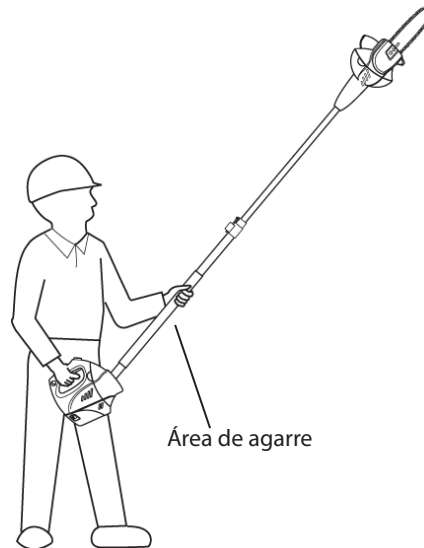

Figura 28 - Áreas de Agarre Designadas
2. Use ambas manos para agarrar la sierra de pértiga. Cuando opere la sierra de pértiga use sólo las zonas de agarre designadas (vea la figura 28). Agarre con firmeza. El pulgar y los dedos deben envolverse alrededor del mango de la sierra y de la pértiga.